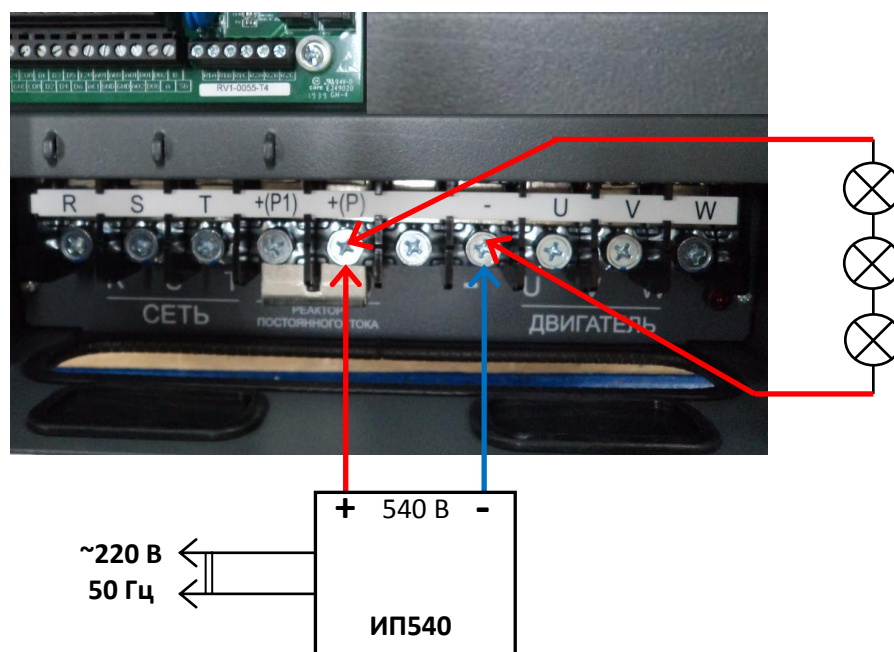

Рис.4.14
- 4.11.1. Выключить источник ИП540. К силовым клеммам «+(P)» и «-» присоединить лампы 3.4.8 (рисунок 4.14). Дождаться когда лампы погаснут, после чего отсоединить их – конденсаторы звена постоянного тока разряжены.